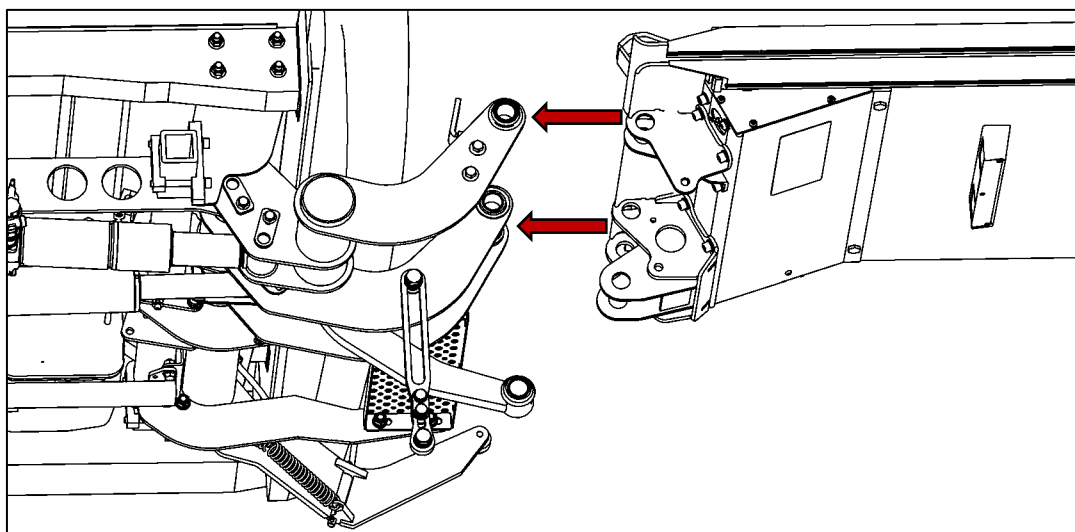

Abbildung 65
- Plattform an den oberen Lagerstellen (Aufnahme an der Plattform) zu den Klappenlagerstellen (obere Aufnahme am Hubwerk) ausrichten (siehe Abbildung 65).